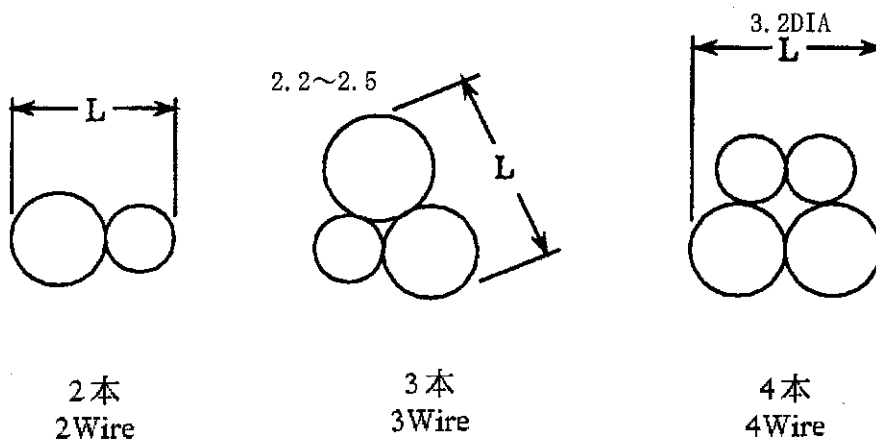

Fig. 2
(マグネットワイヤーの外径トータル長さの最大寸法：L→3本ないし4本圧着の場合、Fig. 2に示す長さが最大寸法(L)となる。)
- (1) Select the applicable tube from the following Table According to "L" dimension in Fig. 2. ("L" is maximum length of the total diameter of wire combination)